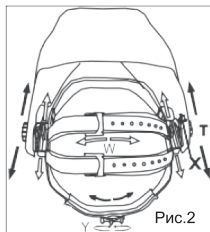

Рис.2
Настройка оголовья (рис. 2)
1. Длина прижима по окружности оголовья регулируется вращением ручки с нажатием на затылочной части оголовья «Y» (рис.2). Данная процедура выполняется при надетой сварочной маске.
2. Регулировка оголовья по высоте производится ремнем, который проходит через макушку. Для этого ослабьте конец ремня, выдавив стопорный штифт из отверстия на ремне. Переместите две части ремня относительно друг друга на требуемую длину и вставьте стопорный штифт обратно «W» (рис. 2).
Ослабьте гайки-фиксаторы «Т» (рис. 2) и двигайте маску к или от вашего лица. Убедитесь, что расстояние между обоими глазами и светофильтром одинаковое.